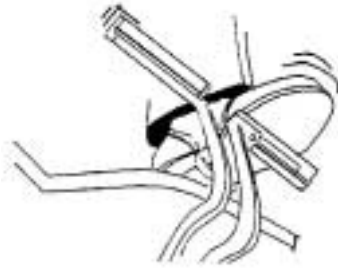

FIG. 32 Prueba de frenos*.
- Probar los frenos, a velocidad reducida, primero en cada rueda de forma independiente y después en las dos simultáneamente. **FIG. 32**